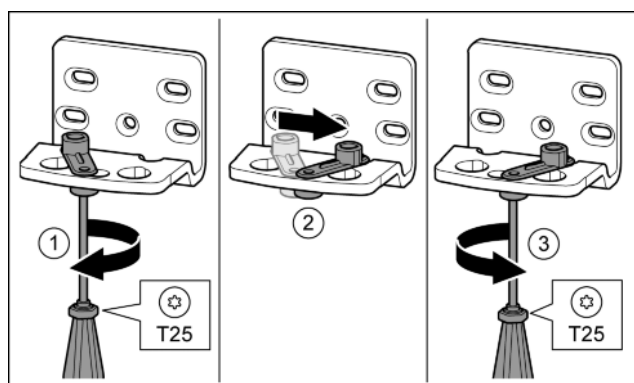

Fig. 16*
- ▶ Desfaceți șurubul cu șurubelnița T25.* Fig. 16 (1)
- ▶ Ridicați dispozitivul auxiliar de închidere a ușii și rotiți-l cu 90° spre dreapta în orificiu.* Fig. 16 (2)
- ▶ Înșurubați ferm șurubul cu șurubelnița T25.* Fig. 16 (3)